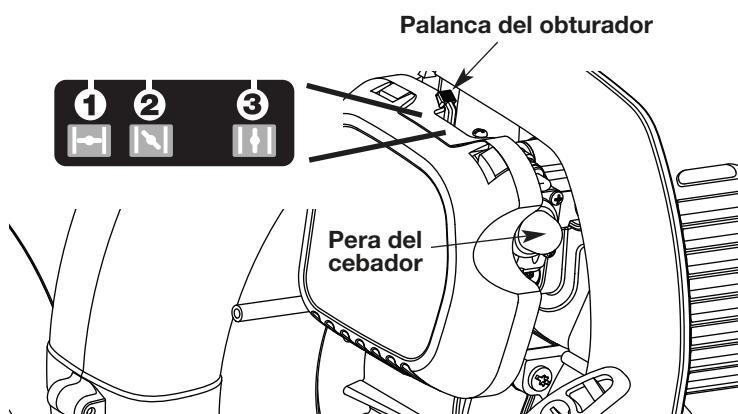
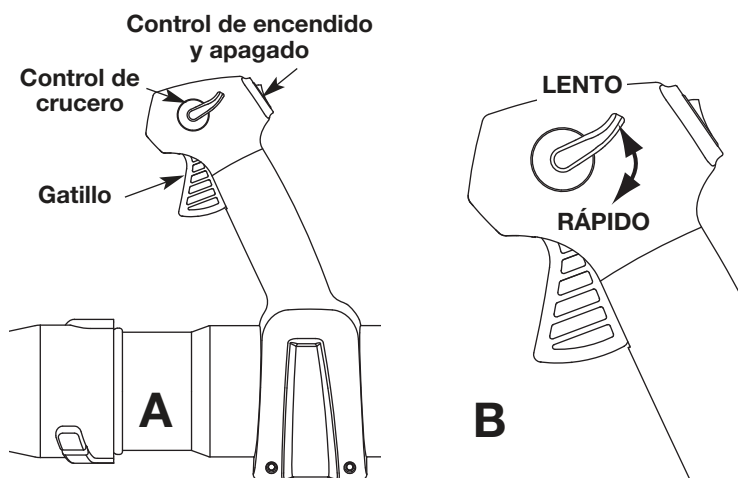
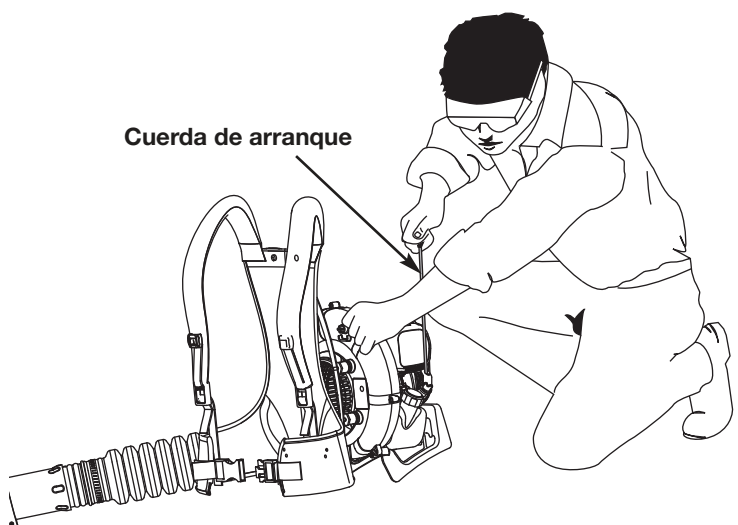

Fig. 14
Fig. 15
Fig. 16
ADVERTENCIA: Evite los arranques accidentales. Colóquese en posición de inicio cuando tire de la cuerda de arranque (Fig. 16). El operador y la unidad deben estar en una posición estable al arrancar la unidad para evitar graves lesiones personales. Para evitar lesiones personales graves, asegúrese de que los tubos de la sopladora estén colocados antes de hacer funcionar la unidad.
- NOTA:** No hay necesidad de arrancar la unidad. El control de Encendido/Apagado está en la posición ENCENDIDO (I) en todo momento.
3. Oprima y suelte completamente la pera del cebador **10** veces, lentamente. Deberá verse alguna cantidad de combustible en la pera del cebador (Fig. 14). Si no se ve combustible en la pera, oprima la pera hasta que se vea el combustible.
4. Coloque la palanca del obturador en la **Posición 1** (Fig. 14).
- NOTA:** La unidad debe arrancarse en vacío. No apriete el gatillo hasta que el paso 8 (Fig. 15, A).
5. **No apriete el gatillo.** Colóquese en la posición de arranque (Fig. 16). Tire de la cuerda de arranque **5** veces en un movimiento controlado.
6. Coloque la palanca del obturador en la **Posición 2** (Fig. 14).
8. Apriete y sostenga el gatillo, o presione el control de crucero (Fig. 15, A), y permitir que el motor se caliente durante 30 a 60 segundos.
9. **Continuar oprime el gatillo.** Mover la palanca del obturador a la **Posición 3** (Fig. 14) y continuar el calentamiento del motor por un período adicional de 60 segundos. Durante este tiempo la unidad puede ser utilizada.
2. Oprima y mantenga oprimido el Control de encendido y apagado en la posición APAGADO (O) hasta que el motor se detenga por completo (Fig. 15, A).
1. Una vez que el motor haya arrancado y esté caliente, oprima el gatillo para acelerar la unidad según sea necesario (Fig. 15, A).
2. Para períodos de funcionamiento más prolongados y para eliminar la posibilidad de fatiga en el dedo, mueva el control de crucero hacia la posición RÁPIDO para aumentar poco a poco o mantener la velocidad del motor de la unidad (Fig. 15, B). Cuando se oprima el control de crucero, el gatillo retrocederá hacia la manija.
3. Para disminuir la velocidad del motor, mueva el control de crucero hacia la posición LENTO y el gatillo regresará a la posición de marcha en vacío (Fig. 15, B).
NOTA: La unidad debe arrancarse en vacío. No apriete el gatillo hasta que el paso 10 (Fig. 15, A).
5. Agáchese en la posición de arranque (Fig. 16). Inserte el arrancador eléctrico o el Power Start Bit™ en la parte trasera de la unidad (Fig. 32). Consulte la sección de Operación del manual del operador del Arrancador Eléctrico o Accesorio de Arranque Eléctrico Opcional Power Start Bit™.
6. **No apriete el gatillo.** Apriete y sostenga el botón de ENCENDIDO (I) del arrancador eléctrico o taladro durante 2 segundos.
7. Coloque la palanca del obturador en la **Posición 2** (Fig. 14).
8. **No apriete el gatillo.** Apriete y sostenga el botón de ENCENDIDO (I) del arrancador eléctrico o taladro durante 2 segundos, hasta que la unidad arranque.
10. Apriete y sostenga el gatillo, o presione el control de crucero (Fig. 15, A), y permitir que el motor se caliente durante 30 a 60 segundos.
11. **Continuar oprime el gatillo.** Mover la palanca del obturador a la **Posición 3** (Fig. 14) y continuar el calentamiento del motor por un período adicional de 60 segundos. Durante este tiempo la unidad puede ser utilizada.
2. Oprima y mantenga oprimido el Control de encendido y apagado en la posición APAGADO (O) hasta que el motor se detenga por completo (Fig. 15, A)
- Use la control de crucero (Fig. 15) para mantener el gatillo oprimido mientras esté trabajando para facilitar el funcionamiento continuo.